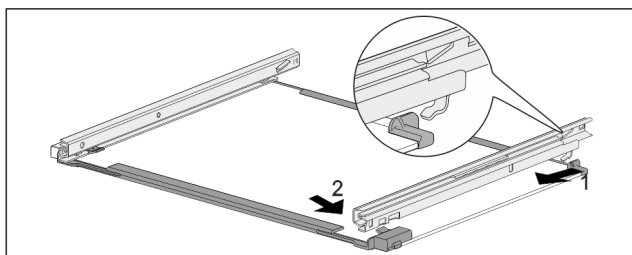

Fig. 158 Glassplate med skinner
- ▶ Hekt inn skinne bak. Fig. 158 (1)
- ▶ Hekt inn skinne foran. Fig. 158 (2)